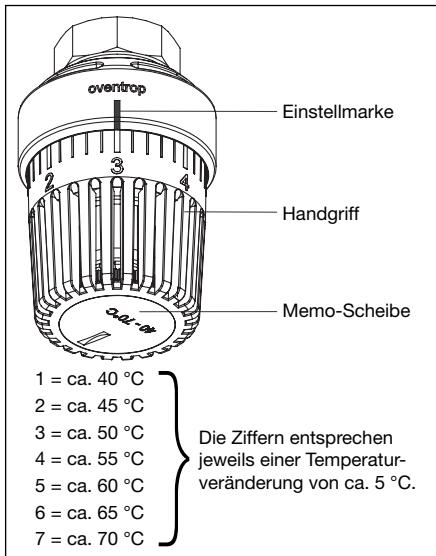

Abb. 8.4 Einstellung Trinkwassertemperatur
- Zapfttemperatur muss die gewünschte Vorgabe erreichen. Gegebenenfalls Einstellung am thermostatischen Temperaturregler prüfen (Abb. 8.4).